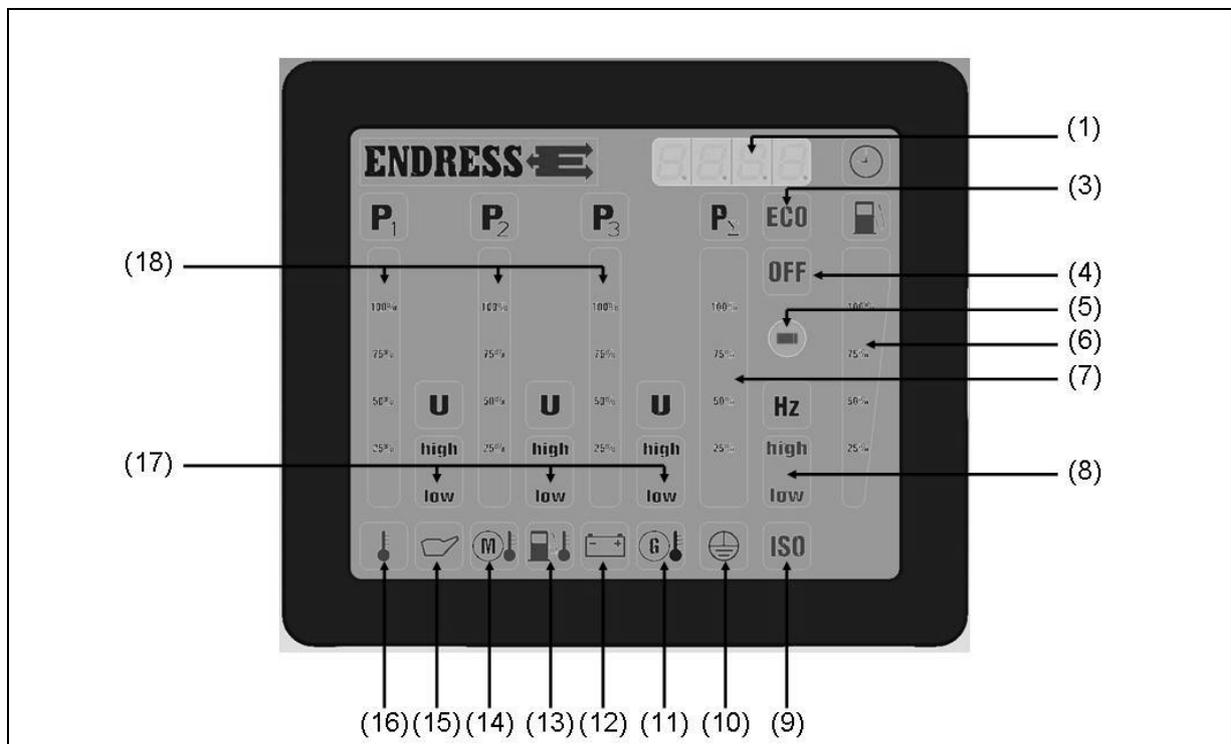

Abb. 4-5: Multifunktionsdisplay
Füllstand Kraftstofftank: Die Anzeige (siehe Abb. 4-5-(6)) gibt einen ungefähren Richtwert über den Tankinhalt.
Relative Belastungsanzeige: Belastung (P_{Σ}) (siehe Abb. 4-5-(7))
- ✓ Das Symbol am Display (siehe Abb. 4-5-(9)) zeigt das Ergebnis an: